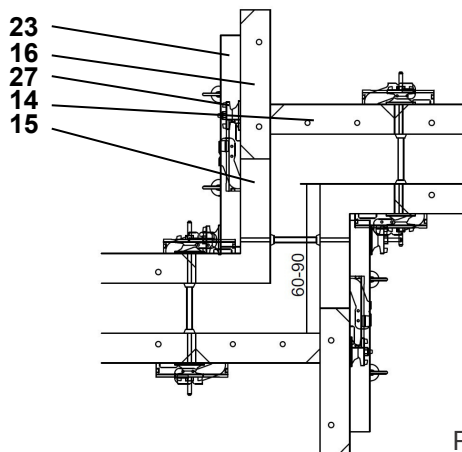

Рис. 41
- Элемент TRIO TRS/MR 60 (16)
- Угол TRIO TE/R(L)-MR (15)
- Элемент TR/MR 50 (14)
- Выравнивающий ригель TAR 85 (23)
- Гайка-шайба и болт для колонн (27)
- (Рис. 41)